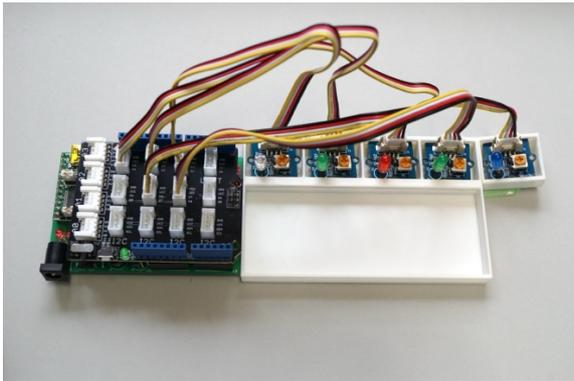

図 5.2-2 D2 から D6 コネクタに LED モジュールを繋いだ様子
3. 図 5.2-2 の回路で全ての LED を同時に点灯、消灯して点滅するプログラムを for 文とカウンタ変数をうまく使って書いてみましょう。